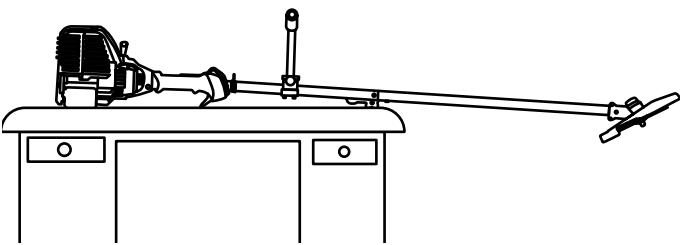

Fig. 26
- Coloque el motor sobre una superficie plana y nivelada, con el protector de la cabeza de corte colgado de un banco o mesa de trabajo para obtener una lectura adecuada del nivel de aceite (Fig. 26).